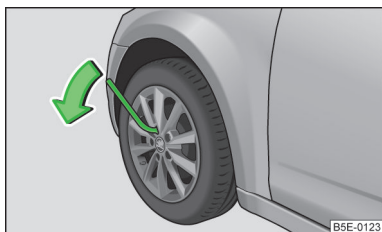

Fig. 198
- Afferrare l'estremità della chiave e ruotare il bullone di circa **una** rotazione nella direzione indicata dalla freccia » fig. 198.
- Afferrare l'estremità della chiave e ruotare il bullone nella direzione opposta a quella indicata dalla freccia » fig. 198, fino a serrarlo completamente.